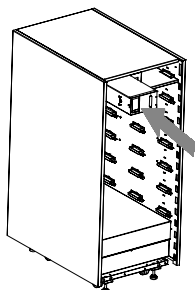

Fig. 5
- 2) Faites glisser le module de communication dans la baie supérieure gauche (voir Fig. 5).